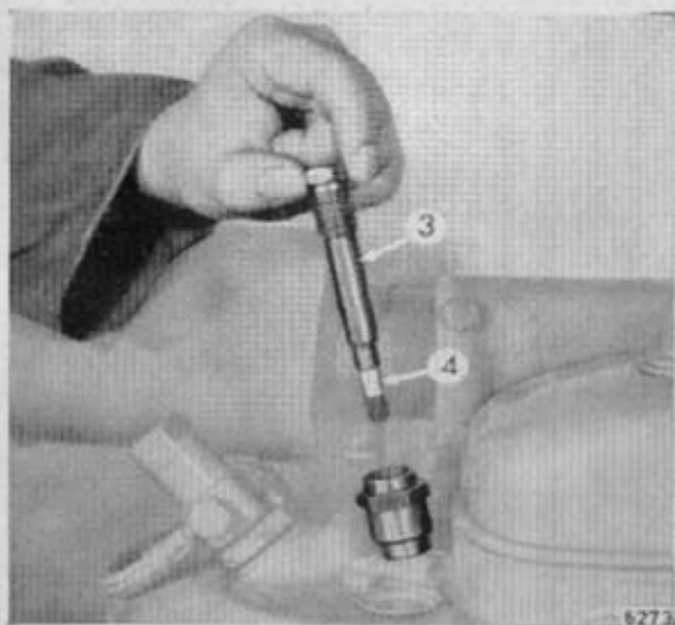

Bild 10
3. Glimmpapierhalter 3 (Bild 10) aus dem Zylinderkopf schrauben, selbstzündendes Glimmpapier 4 mit dem nicht imprägnierten (weichen) Ende **fest** in den Halter einstecken und Halter wieder gut einschrauben.